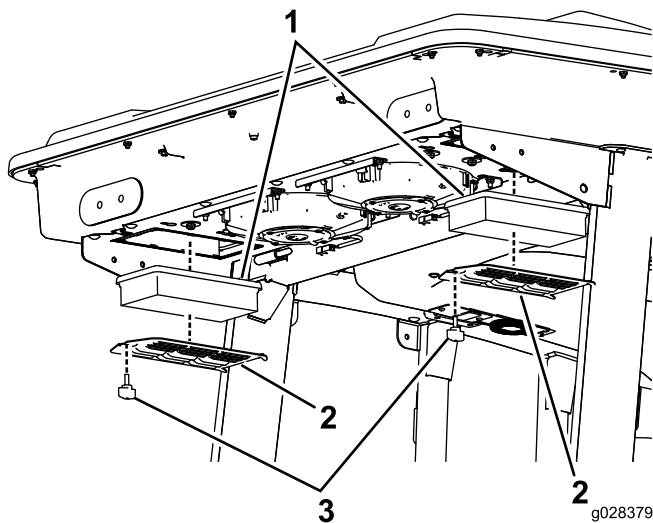
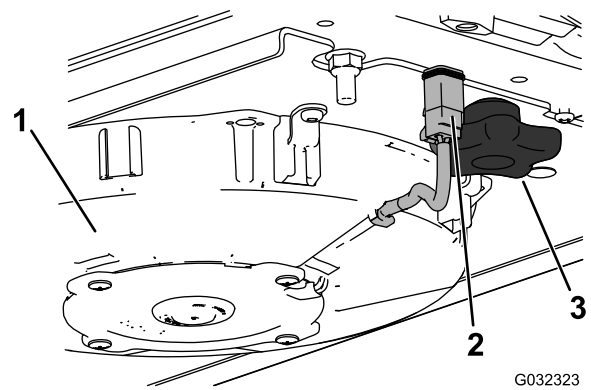
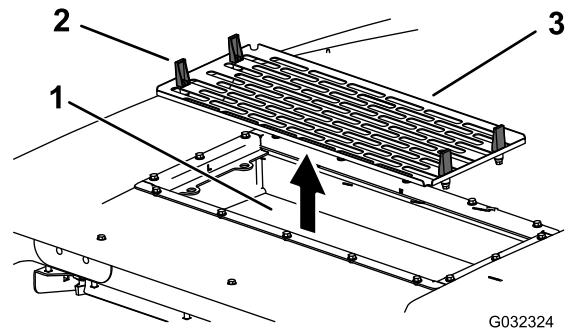

Figura 90
Figura 91
Figura 92
1. Retire los tornillos y las rejillas que cubren el filtro interior y el trasero de la cabina (Figura 89 y Figura 90).
5. Retire los filtros de aire (consulte Figura 90).
7. Instale los filtros de aire, la rejilla y el conjunto del ventilador (Figura 90, Figura 91 y Figura 92).
8. Conecte el cable de cada ventilador (Figura 91).